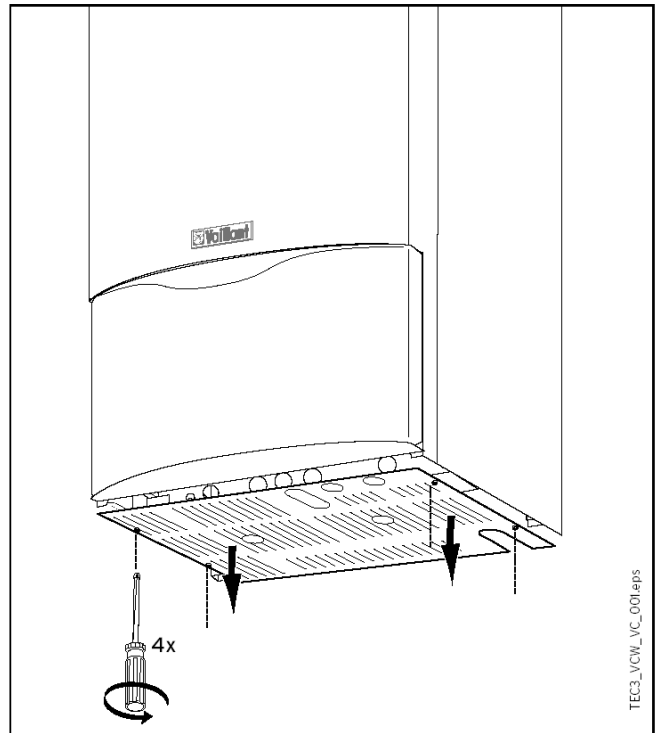

Рис. 1: Снимите нижнюю крышку, если она имеется.
1. Снимите нижнюю крышку, если она имеется. См. рис. 1.